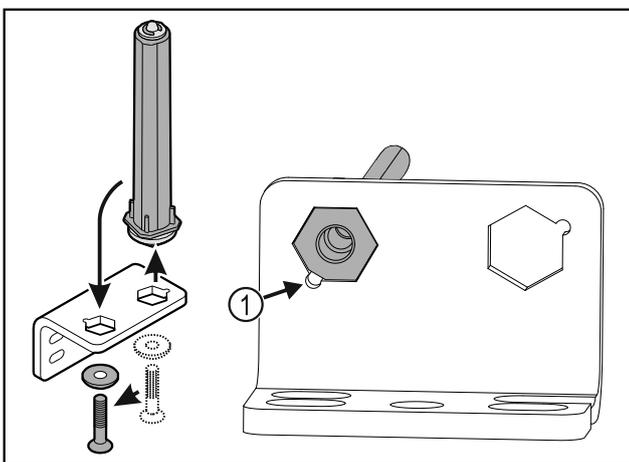

Fig. 34
- ▶ Lors de l'insertion de l'axe, veiller à ce que son chanfrein Fig. 34 (1) soit du côté du trou rond.